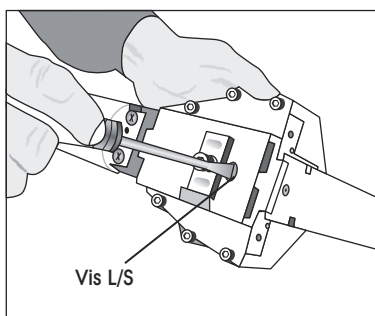

Figure 4
2. Ajustez la vis L/S au réglage désiré à l'aide d'un tournevis. (Voir Figure 4)